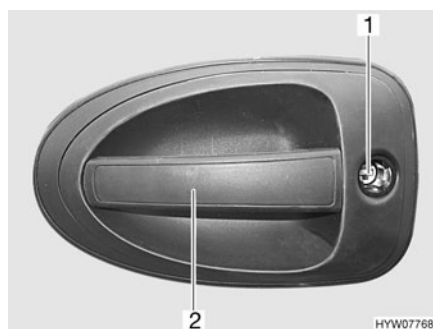

Fig. 39 Serrure de la porte chauffeur, à l'extérieur
- Insérer la clé dans le barillet (Fig. 39,1) et la tourner jusqu'à ce que la serrure de la porte soit déverrouillée.
- Tirer sur la poignée de la porte (Fig. 39,2). La porte est ouverte.
- Insérer la clé dans le barillet (Fig. 39,1) et la tourner jusqu'à ce que la serrure de la porte soit verrouillée.